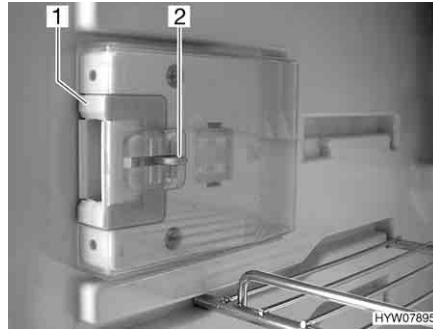
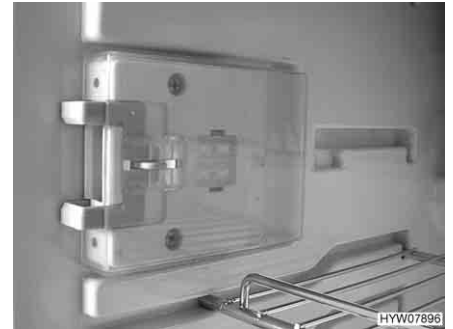

Bild 213 Verschlusseinrichtung in Normalstellung
Bild 214 Verschlusseinrichtung in Lüftungsstellung
- Die Entriegelung (Bild 213,2) eindrücken.
- Die Verschlusseinrichtung (Bild 213,1) nach vorn schieben (Bild 214).